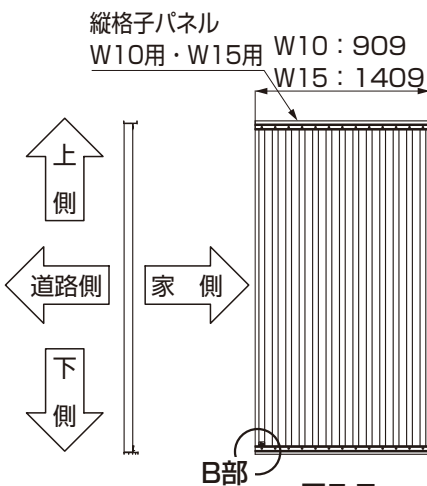
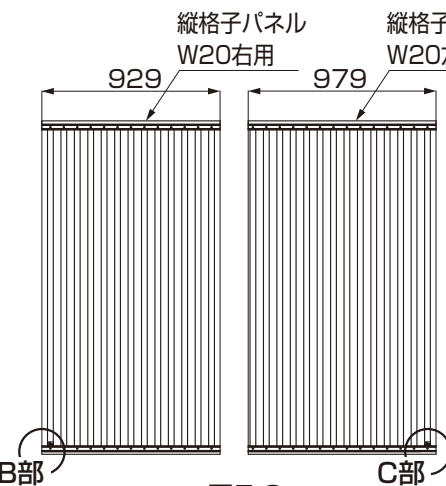
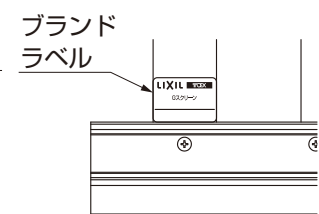
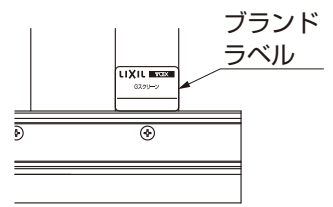

図5-7
図5-8
図5-9 B部詳細図
図5-10 C部詳細図
- W10・W15の場合、家側から見て左下にブランドラベルがくるように組付けます。(図5-7、図5-9参照)
- W20の場合、家側から見て両端下にブランドラベルがくるように組付けます。(図5-8、図5-9、図5-10参照)